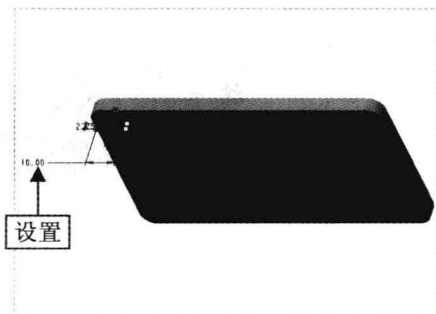

图 6-13 设置参数
Step 03 在绘图区合适的平面上单击鼠标左键，放置孔，在绘图区拖动句柄至合适的边线，并设置偏移距离为 10，如图 6-13 所示。